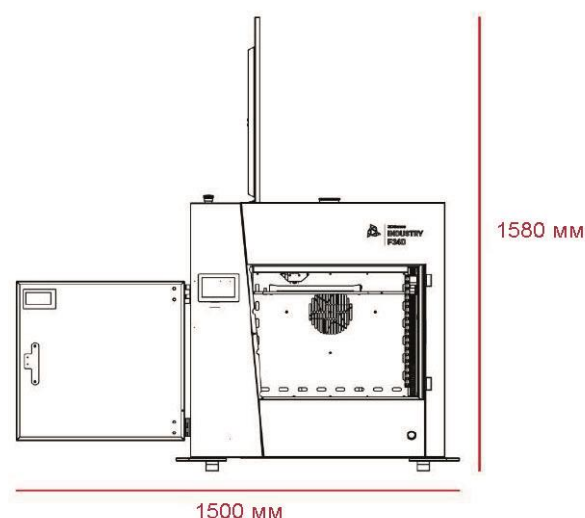
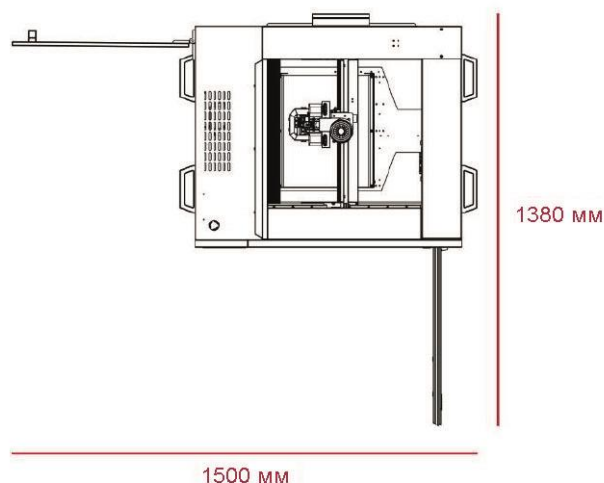

Рис. 6 Максимальные размеры принтера 3DGence INDUSTRY F340 – вид спереди
Рис. 7 Максимальные размеры принтера 3DGence INDUSTRY F340 – общий вид
- должно быть обеспечено достаточное свободное пространство вокруг принтера в зависимости от его внешних размеров (рис. 6 и рис. 7); должен быть обеспечен доступ ко всем сторонам принтера для возможности проведения техобслуживания,